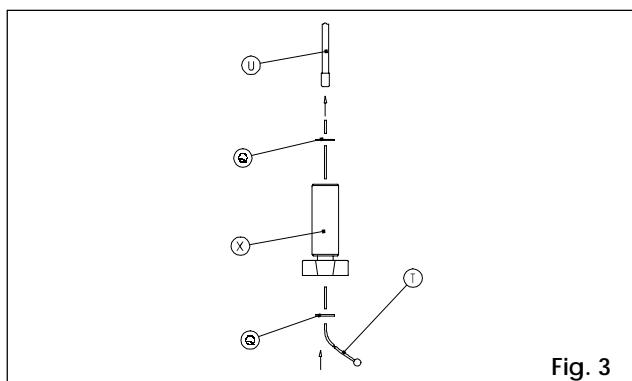

Fig. 3
- 5) Inserire il cavo **T** prima nella rondella **Q**, poi nel pomello **X**, poi nella seconda rondella **Q** e poi nella guaina **U**, come in Fig.3.
- 5) Insert cable **T** firstly in washer **Q**, then in knob **X**, then in the second washer **Q** and finally in sheath **U**, as per fig. 3.
- 5) Insérer le câble **T** tout d'abord dans la rondelle **Q**, puis dans le pommeau **X**, puis dans la deuxième rondelle **Q**, enfin dans la gaine **U** (voir fig. 3).
- 5) Das Kabel **T** zuerst in die Scheibe **Q**, dann in den Kugelgriff **X**, dann in die zweite Scheibe **Q** und in die Ummantelung **U** einstecken, wie in Abb. 3 dargestellt.